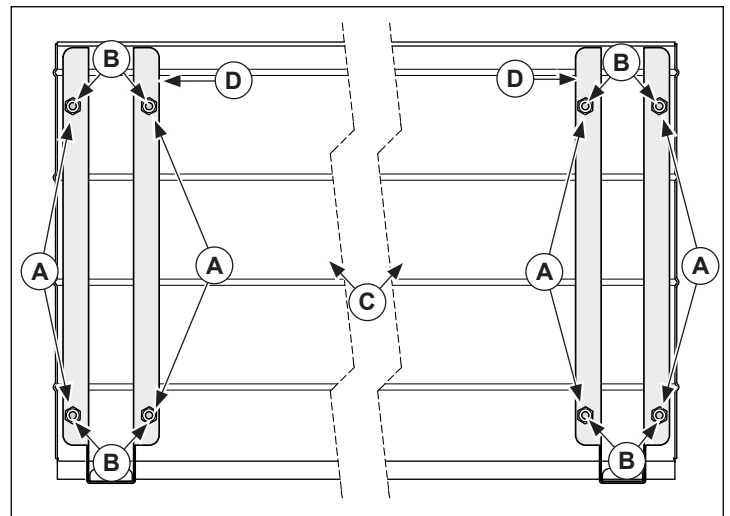

Figure 4. Installation de la glissière à plateaux et des supports
1. Tournez la glissière à plateaux (C) de manière à exposer les écrous à souder (B). Voir la figure 4.